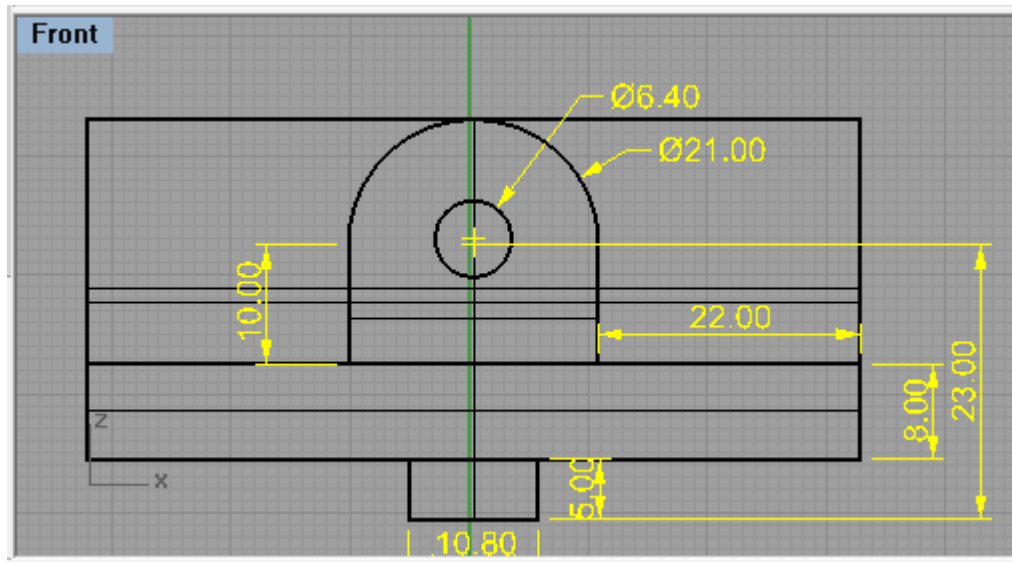

Figura 5.55
8.- En la ventana frontal se hace el perfil faltante de la quijada móvil con las dimensiones dadas en la figura 5.55 y se extrae hacia atrás en la ventana derecha.